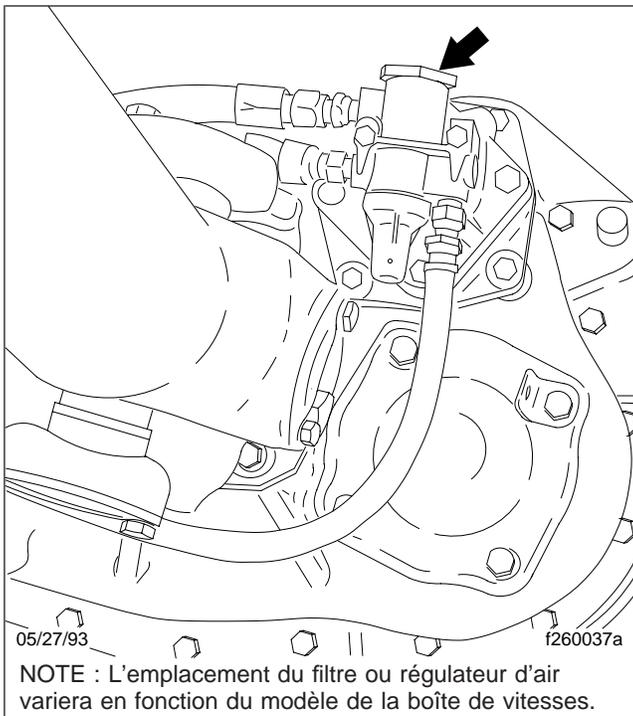

Fig. 3, Emplacement du filtre ou régulateur d'air de la boîte de vitesses Eaton Fuller
2. Nettoyez l'extérieur du filtre ou régulateur d'air avec un solvant de nettoyage, puis laissez sécher. Voir la figure 3.